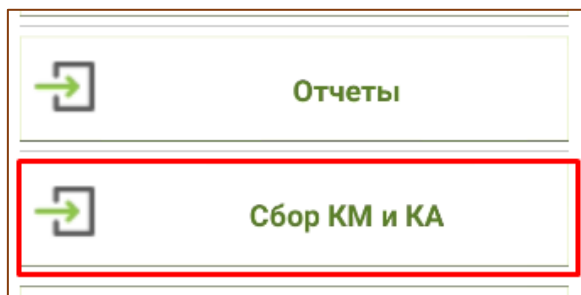

Рис. 14.1 - Сбор КМ и КА
1. Зайти в меню «Сбор КМ и КА» (Рис. 14.1);